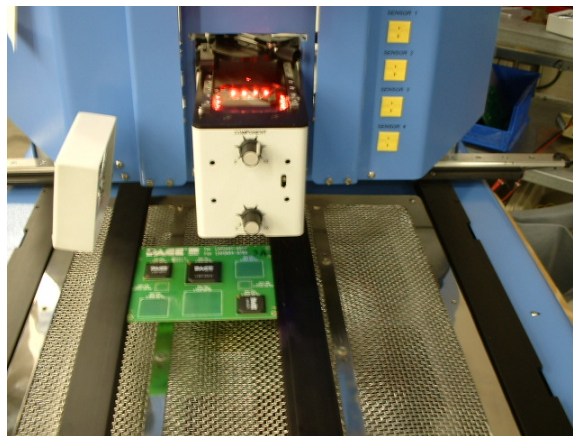

Figura 17
- vii. Pulse con el ratón sobre el botón verde. (Figura 17)